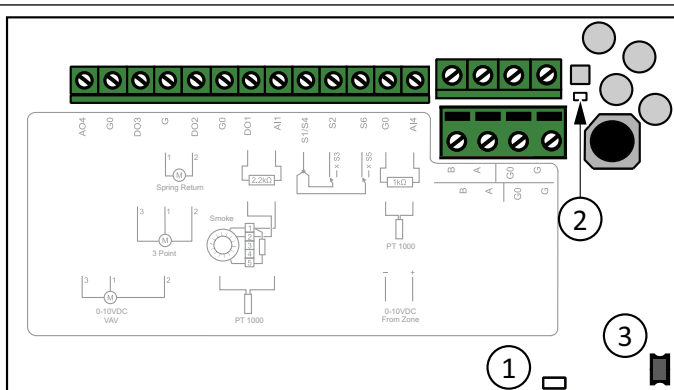

Figure 4 Insiden af SCS-S2. 1= LED lys for status, 2= LED lys for kommunikation, 3= Trykknop
10. Tryk på knappen på spjældenhederne, se *Figure 4*. LED-indikatoren lyser op i magenta.
Når den er identificeret, begynder LED-indikator 1 på enheden at blinke, se *Figure 4*.
3. LED-indikator 1 på enheden blinker i ca. fem (5) sekunder, se *Figure 4*.
2. Tryk på knappen på enheden, se *Figure 4*
Det er muligt at nulstille enheden til fabriksindstillingerne med knappen, se Figure 4).
1. Tryk på knappen, og hold den inde i 10 sekunder. LED 1 (Figure 4) lyser rødt.